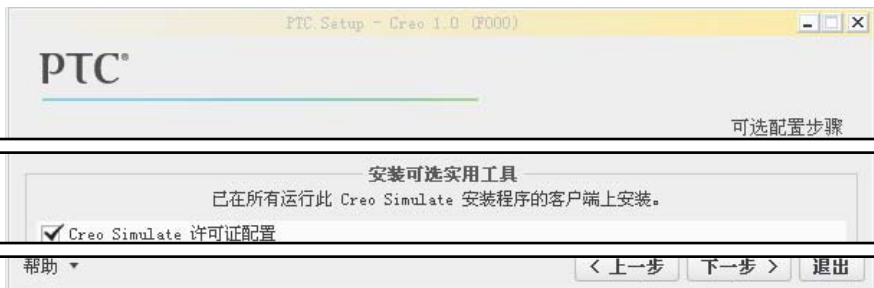

图 1.3.8 可选配置步骤
Step4. 系统弹出图 1.3.8 所示的对话框, 在该对话框中可以配置 Windows 各选项。
(1) 在 Windows 快捷方式首选项 区域中选中 ☒ 桌面、☒ 开始菜单 和 ☒ 程序文件夹 复选框, 下面的 **程序文件夹**、**启动目录** 选项采用默认设置值。
(2) 在 Windows 环境首选项 区域中, 确保选中 ☒ 修改所有用户的系统环境 单选项。
(3) 单击 **下一步 >** 按钮。
Step5. 系统弹出图 1.3.8 所示的对话框，提示用户选择 Creo 软件的可选配置项目，建议选中 ☒ **Creo Simulate 许可证配置** 复选框，然后单击 **下一步 >** 按钮。